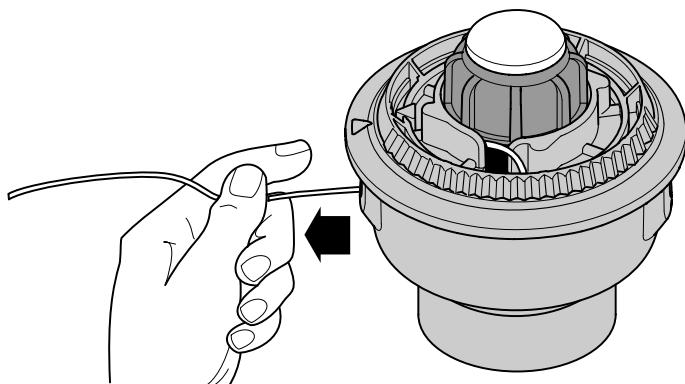

Figure 18
6. Saque la línea de la bobina exterior hasta que esté tirante contra el carrete interior (Fig. 18).